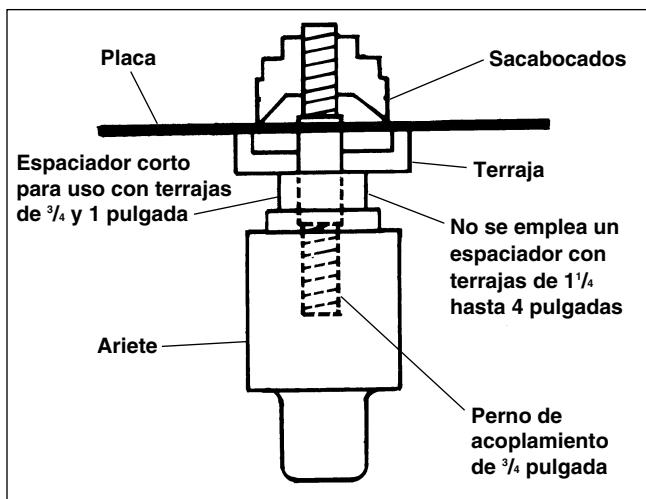

Figura 4 – Perforación de agujeros de $\frac{3}{4}$ hasta 4 pulgadas
- Pase el extremo del perno de acoplamiento y el extremo del perno a través del agujero piloto recién perforado y rosque el sacabocados al extremo del perno de tal manera que las puntas apenas toquen el material (*Figura 4*). Haga funcionar la bomba como se describe a continuación.